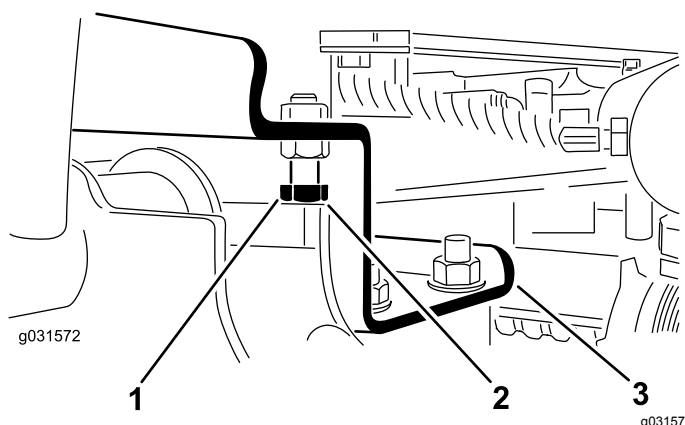

Figura 7
- A. Afloje los pernos de tope (Figura 7).
2. Compruebe que la holgura entre cada brazo de elevación y el perno de tope es de 0.13 mm – 1.02 mm (0.005" – 0.040"), como se muestra en la Figura 7.